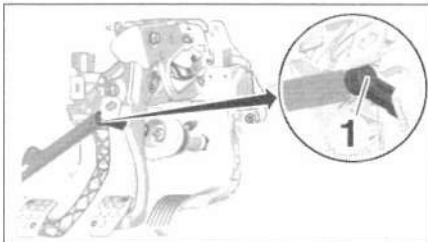

FIG.9
- Appuyer sur l'agrafe de verrouillage (1) (Fig.9).